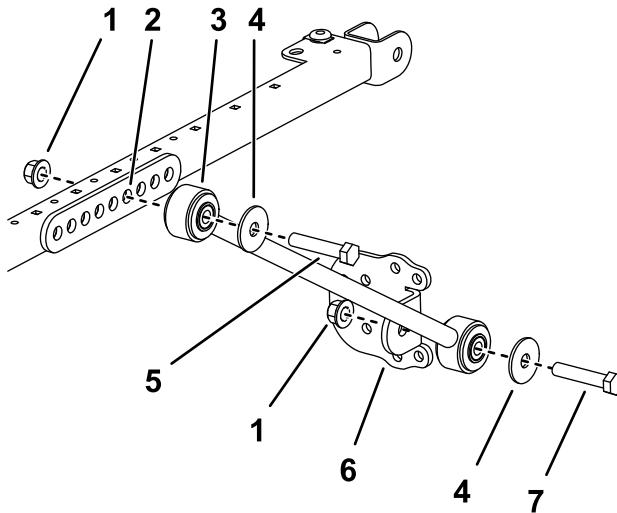

Figura 20
12. Em cada lado da estrutura do toldo, monte sem apertar uma articulação da extensão no quarto furo da montagem da cinta usando dois parafusos (1/2 pol. x 2 3/4 pol.) e duas porcas flangeadas (1/2 pol.), como se mostra na Figura 20.
13. Instale sem apertar completamente um suporte de cinta em cada cinta usando um parafuso (1/2 pol. x 2 1/2 pol.), anilha (1/2 pol.) e uma porca flangeada (1/2 pol.), como se mostra na Figura 20.